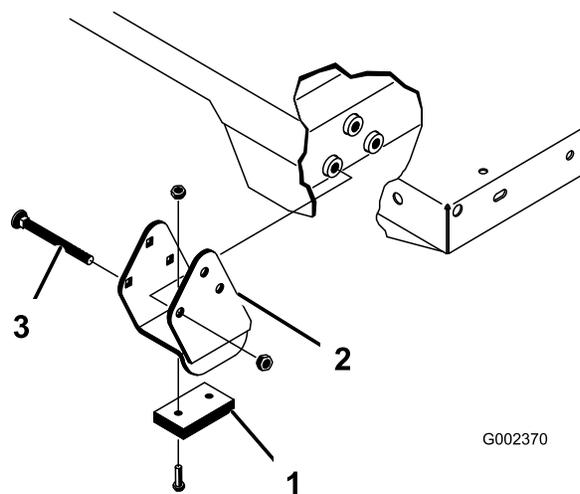

Figura 32
Nota: Certifique-se de que os suportes dos espaçadores e os bloqueios contra desgaste (Figura 32) foram instaladas na cabeça das porcas no interior da máquina.
- Coloque a plataforma com cuidado no chassis, alinhando os orifícios posteriores da placa de articulação da plataforma com os orifícios do chassis traseiro e coloque (2) pinos de segurança e pinos de sujeição (Figura 32).
- Depois de baixar a plataforma, fixe as extremidades da haste do cilindro às respectivas ranhuras nas chapas de montagem da plataforma com um passador de forquilha e um pino de sujeição. Introduza o passador de forquilha na parte exterior da plataforma com o pino de sujeição virado para fora (Figura 32). As ranhuras posteriores são utilizadas na instalação da plataforma completa e as ranhuras frontais para a instalação da plataforma 2/3.